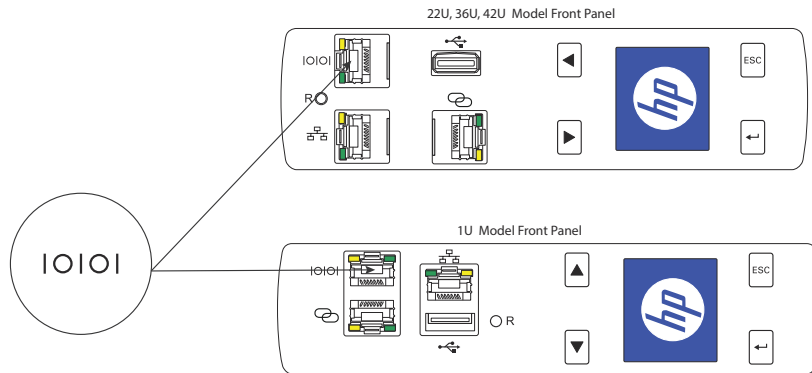

図 10. コンピュータシリアルポートへの接続方法
3. RJ-45 ケーブルの端を、お使いの PDU 型のパネル前面にある RS-232 のコネクタに接続します（図 10 を参照）。DB9 のケーブルの一端をコンピューター上のシリアルコネクタに接続します。